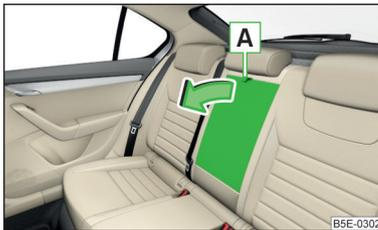

Abb. 77
- › An der Schlaufe **A** › Abb. 77 ziehen und die Armlehne in Pfeilrichtung herunterklappen.
- Die Armlehne hinten herunterklappen (nicht bis zum Anschlag) » Abb. 77 auf Seite 89.